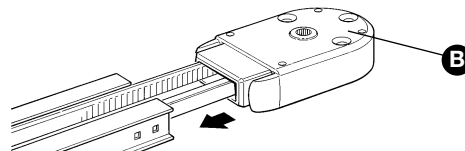

Figura 20
**8** Ensamble la cabeza de la guía [B], como muestra la figura 20. Dicha operación requiere una cierta fuerza, utilice un martillo de goma en su caso.